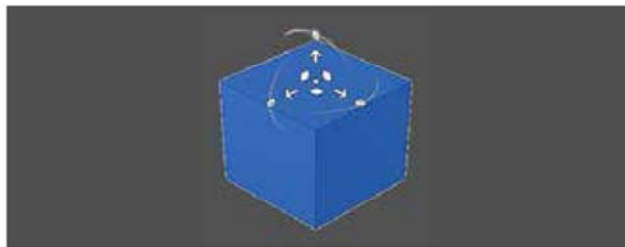

图 2-78
(13) **移动/复制**: 将选定的面、实体、草图或构造几何图元移动指定的距离或角度。选择要修改的对象, 然后指定距离或角度。使用“设置轴心”操作以重新定位操作器, 如图 2-78 所示。